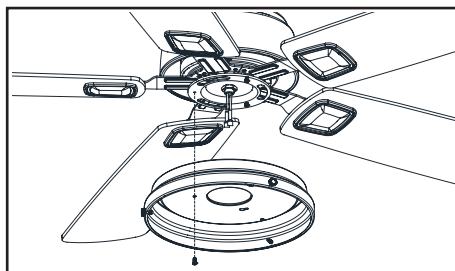

Figura 15
2. La mayoría de los problemas de oscilación del ventilador se deben a que las aspas no están al mismo nivel. Verifica este nivel seleccionando un punto en el techo sobre la punta de una de las aspas. Mide desde un punto en el centro de cada aspa al punto en el techo. Mide esta distancia como se muestra en la Figura 15. Gira el ventilador hasta que la siguiente aspa quede en posición para medir. Repite el procedimiento para cada aspa. Las desviaciones de la medición no deben pasar de 1/8" (3.2 mm). Enciende el ventilador por 10 minutos.
1. Afloja, pero no quites, dos de los tres tornillos de montaje del conjunto del motor del ventilador; retira un tornillo de montaje. (Figura 15)
2. Empuja la cubierta de la caja del interruptor hacia el ensamblaje del motor del ventilador para que las dos cabezas de los tornillos aflojadas encajen en las ranuras tipo ojo de cerradura. Gira la cubierta de la caja del interruptor hacia la derecha y aprieta los tornillos. Vuelve a instalar el tornillo que retiraste en el paso 1 y apriétalo firmemente. (Figura 15)